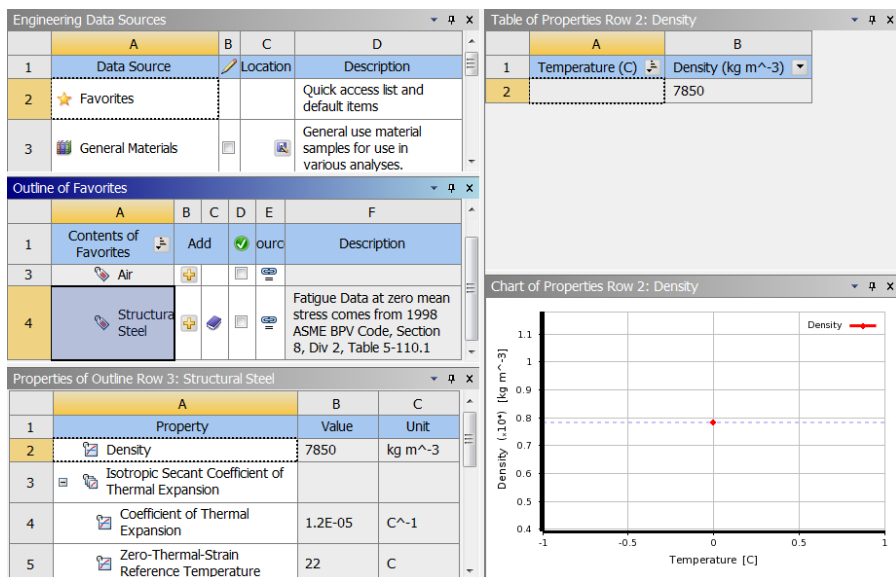

图 17-4 工程数据库界面
2) 在界面的空白处右击, 在弹出的快捷菜单中选择“Engineering Data Sources”, 此时原界面窗口中的 Outline of Schematic A2:Engineering Data 消失, Engineering Data Sources 及 Outline of Favorites 窗口出现, 如图 17-4 所示。